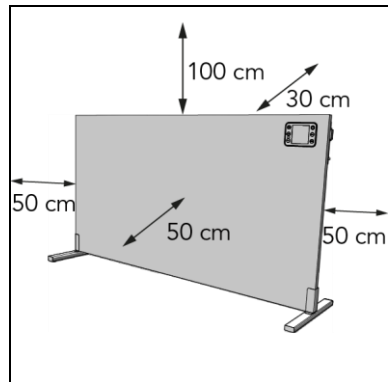

Abbildung 10
7. Platzieren Sie das Gerät mit einem Mindestabstand (Abbildung 10) von: